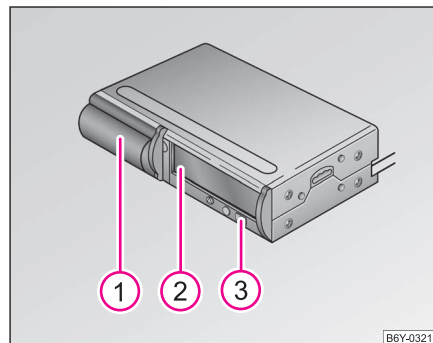

Fig. 99 Schimbătorul de CD-uri
- Împingeți complet încuietoarea ① ⇒ pagina 118, fig. 99.
- Apăsați tasta ③. Magazinul ② va ieși automat.